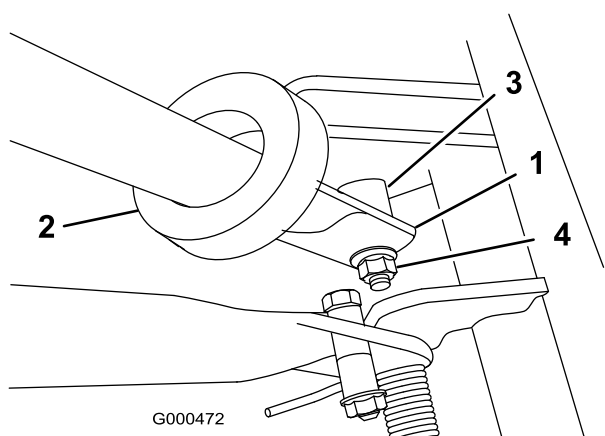

Figure 5
2. Introduisez les extrémité du guidon dans les fentes des bras de support (Figure 5).
3. Poussez les extrémités du guidon vers l'intérieur et engagez-les sur l'épaule de l'axe de pivot (Figure 5).
4. Fixez le guidon à la vis et à l'axe de pivot avec le contre-écrou à embase (Figure 5).